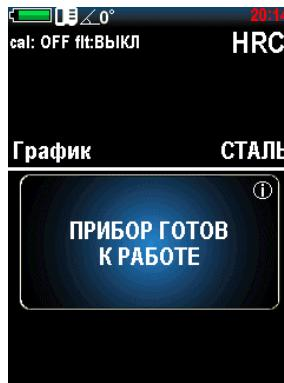

Рисунок 2.14 – Установка угла
5. Выбрать нужную шкалу твердости, для чего нажатием клавиши «» открыть меню выбора, где клавишами «» и «» выбрать нужную шкалу (Роквелла С (HRC), Роквелла В (HRB), Бринелля (HB), Виккерса (HV), Роквелла В (HRB), Шора (HS), Либа (HL), измерения предела прочности (σв) на растяжение изделий из углеродистых сталей перлитного в соответствии с ГОСТ 22791-77 (MPA), пользовательскую (U1, U2, U3)).
8. Нажмите клавиши «» или «», чтобы установить угол измерения. Фиксированный угол отображается в верхней части дисплея (рис. 2.14). Угол 0 градусов соответствует вертикальному положению преобразователя, спусковой кнопкой вверх.